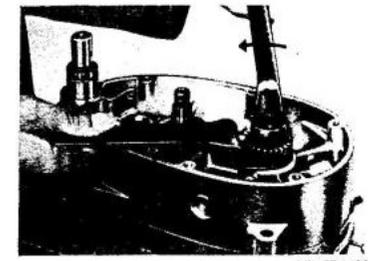

Abb. 29 Sechskantmutter von der Kurbelwelle abschrauben
8. Gegenhalter „a“, T.-Nr. 0101-71401-00.1, auf die Halteflächen an der Rückseite des Ritzels auf der Kurbelwelle schieben (siehe auch Abb. 29). Mit einem Ring- oder Steckschlüssel die Mutter (SW 17) abschrauben und Federring abnehmen.